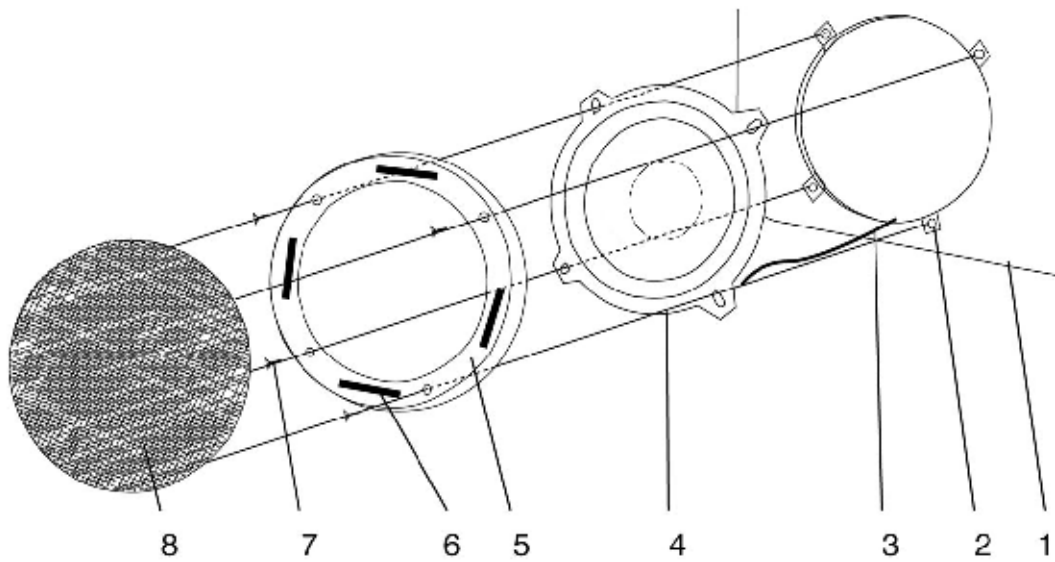

Рис.2. Схема установки НЧ-динамика.
8. Вырежьте четыре полоски от липучки из комплекта и прикрепите их по периметру рамки декоративной решетки (см. рис. 2).